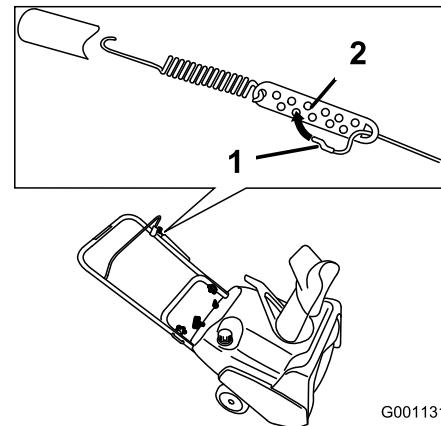

Figure 22
2. Accrochez le raccord en Z à un trou plus haut ou plus bas sur la bielle de réglage de manière à obtenir un écart de 2 à 3 mm entre la barre de commande et le guidon (Figure 22).